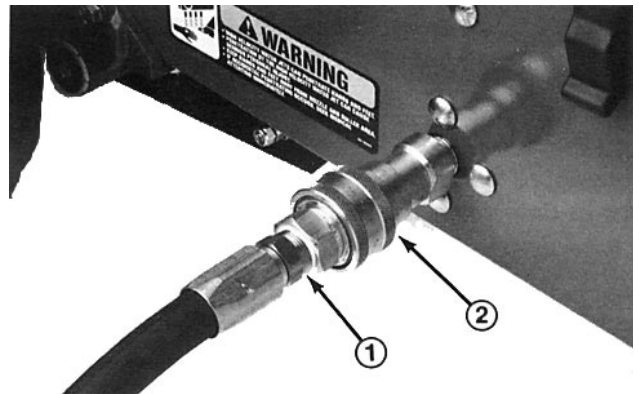

Figure 8
3. Brancher l’adaptateur (Fig. 8) sur le tuyau d’arrosage, puis brancher l’adaptateur sur le raccord rapide prévu sur le côté de la machine.